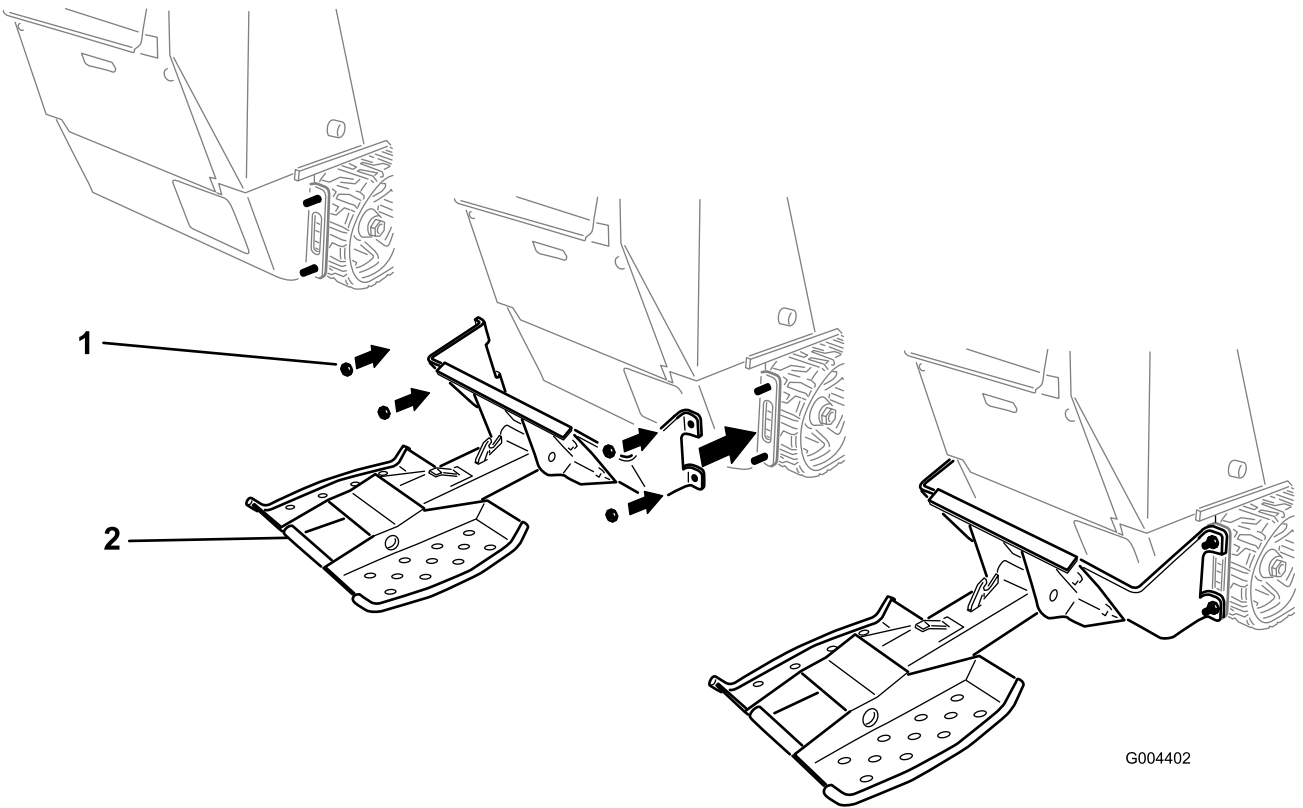

Bild 5
5. Befestigen Sie die Befestigungshalterungen an den vier Schrauben, die Sie vorher in die hintere Abdeckung eingesetzt haben, und befestigen Sie sie mit vier Muttern ($\frac{1}{2}$ ""), wie in Bild 5 abgebildet.